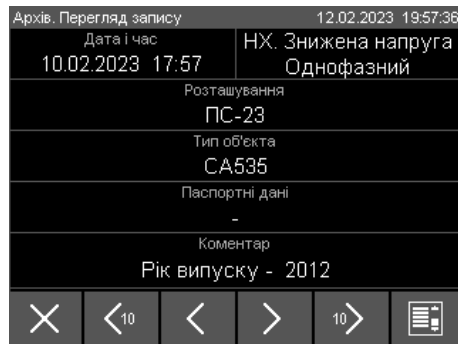

Рисунок 6.71
1) Переглянути записи архіву, для чого натиснути кнопку «Перегляд архіву», після чого відкриється вікно (рисунок 6.71) з характеристиками об'єкту, що відповідають певному запису.